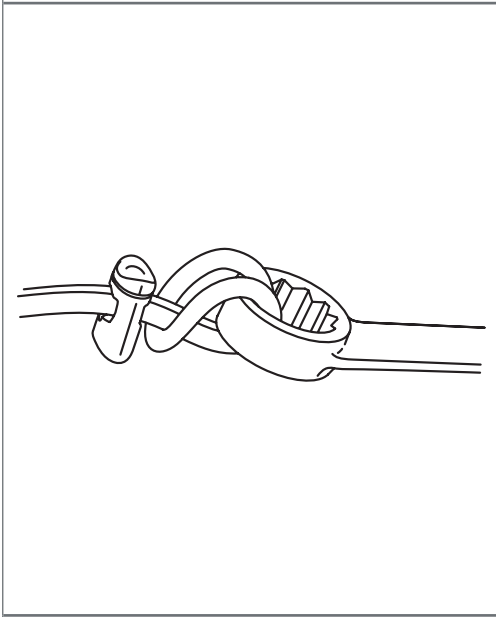

Abb. 3
3. Ziehen Sie die Schleufe fest und stellen Sie die Schiebeklemme so ein, dass die Schleufe fest um das Werkzeug herum sitzt. (Abbildung 3)